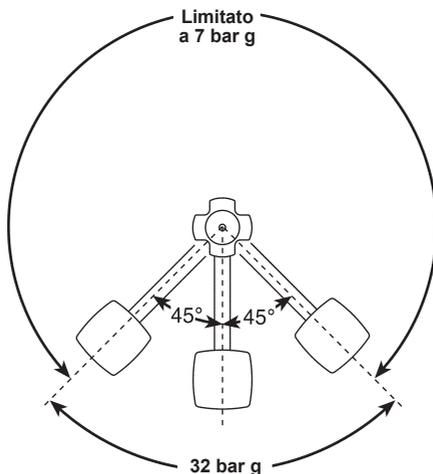

Fig. 4 - Condizioni limite d'installazione
**Avvertenza:** se l'unità elettronica è montata (verso il basso) a 45° o più rispetto all'asse verticale, la PMO (pressione massima d'esercizio) è limitata a 7 bar g; come indicato in Fig. 4.